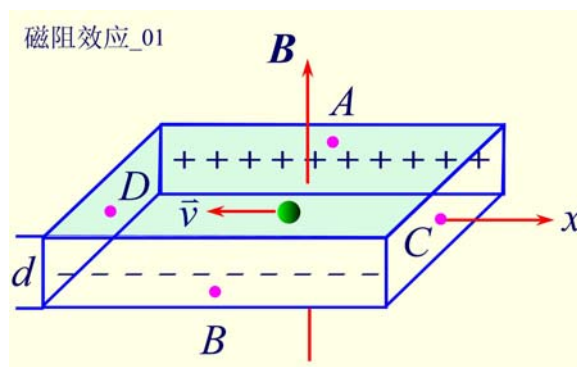

图 1
如图 1 所示, 当半导体处于磁场中时, 半导体中的载流子将受洛仑兹力的作用, 发生偏转, 在 A, B 两端积聚电荷并产生霍尔电场。如果霍尔电场作用和某一速度的载流子的洛仑兹力作用刚好抵消, 那么小于或大于该速度的载流子将发生偏转, 因而沿外加电场方向 (DC) 运动的载流子数量将减少, 电阻增大, 表现出横向磁阻效应(沿 DC 方向)。
如果将图 1 中 A 端和 B 端短路, 霍尔电场将不存在, 所有电子将向 B 端偏转, 使 DC 方向的电阻变得更大, 因而磁阻效应加强。所以, 霍尔效应比较明显的样品, 磁阻效应就小; 反之, 霍尔效应比较小的样品, 磁阻效应就大。